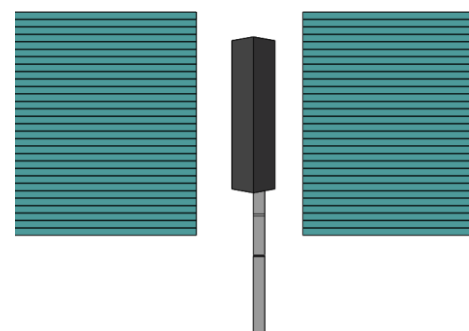

图 13: 芯片与截面水平示意图
(2) 芯片需和磁芯截面保持水平 (如图 13), 如不保持水平会导致被感应磁芯信号强度下降进而导致传感器性能衰减, 且会感应到被测磁芯之外的干扰信号, 导致传感器抗干扰特性下降;
(3) 磁芯为导体, 使用时需要注意磁芯与芯片引脚、磁芯与电路板间的绝缘。